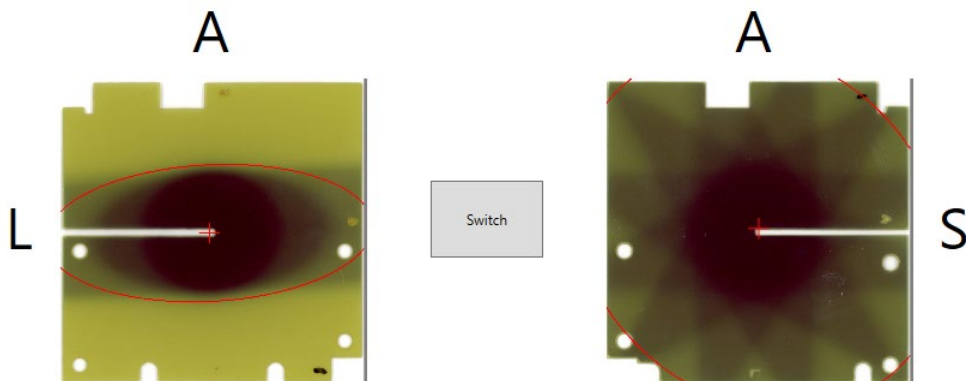

Abbildung 7-6 Ursprüngliche Ausrichtung der Filme nach dem Laden der Bilder
- Wählen Sie das gewünschte Bild aus, indem Sie auf das Bild und anschließend auf **Open** (Öffnen) klicken (siehe Abbildung 7-6).